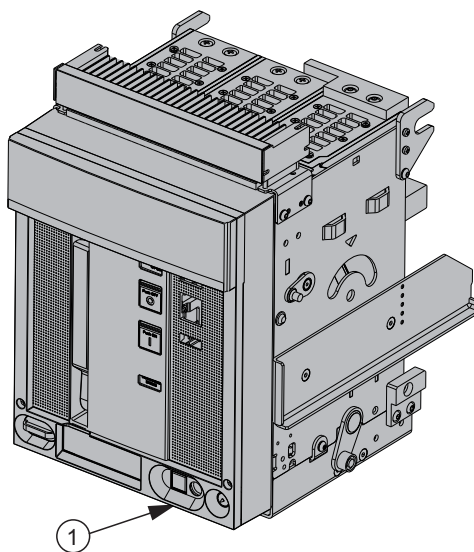

Fig. 1
c) l'eventuale pressione del pulsante (1) (fig. 1) rende impossibile la manovra dell'interruttore stesso.
c) the accidental pression of the push-button (1) (fig. 1) bring to lock the circuit breaker operativity.
c) macht das Drücken von Drucktaster (1) (Abb. 1) das Betätigen des Leistungsschalters unmöglich. SOFERN ES NICHT UNBEDINGT ERFORDERLICH IST, DEN DRUCKTASTER NICHT BETÄTIGEN. Sollte es infolge unbeabsichtigten Drückens der Taste (1) erforderlich sein, wieder die normalen Betriebsbedingungen herzustellen, den beweglichen Teil in die Position «test isolated» bringen und die angegebenen Vorgänge in der umgekehrten Reihenfolge wiederholen, um den beweglichen Teil wieder in die Position «disconnected» zu bringen (Punkt 11).
c) en appuyant sur le bouton-poussoir (1) (fig. 1) la manoeuvre du disjoncteur est impossible.
c) la presión del pulsador (1) (fig. 1) inhibe la maniobra del interruptor.